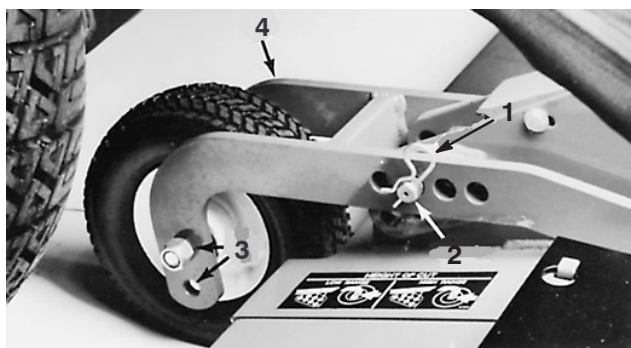

Figure 12
3. Sur le plateau de coupe avant, enlevez la goupille fendue et les axes de chape des bras pivotants arrière (Fig. 12). Alignez les trous des bras pivotants avec ceux du support de hauteur de coupe sélectionné dans les bâtis des plateaux de coupe. Insérez les axes de chape et installez les goupilles fendues (Fig. 12).